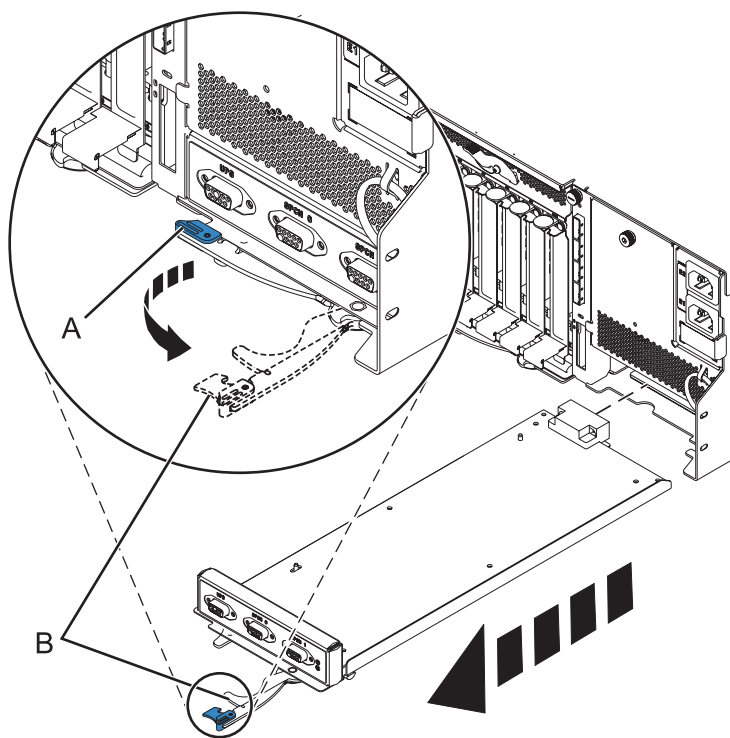

Figure 56. Retirer le contrôleur de gestion du boîtier
- b. Pincez le loquet (A) pour déverrouiller le levier (B). Pour plus d'informations, voir figure 56, à la page 70.